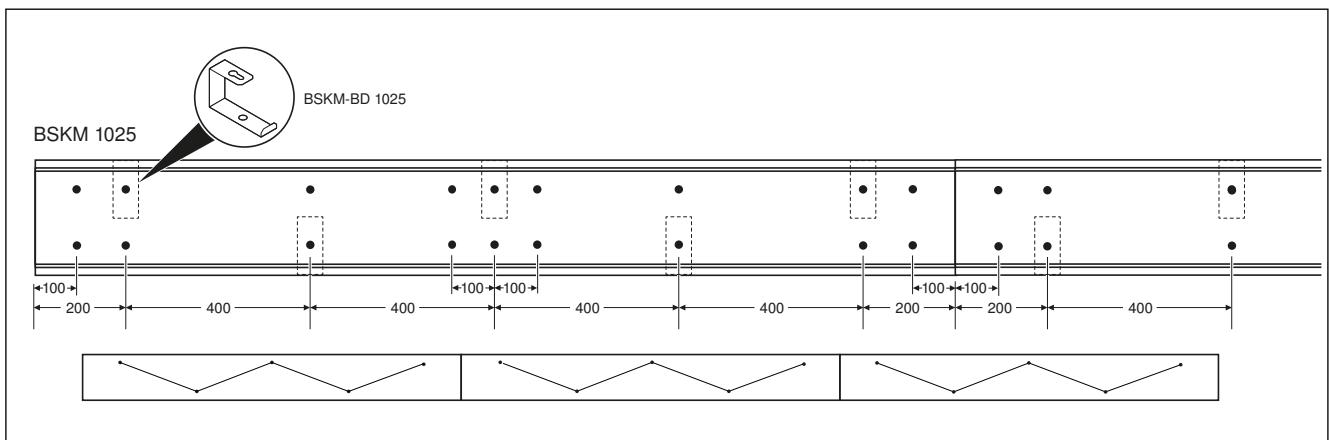
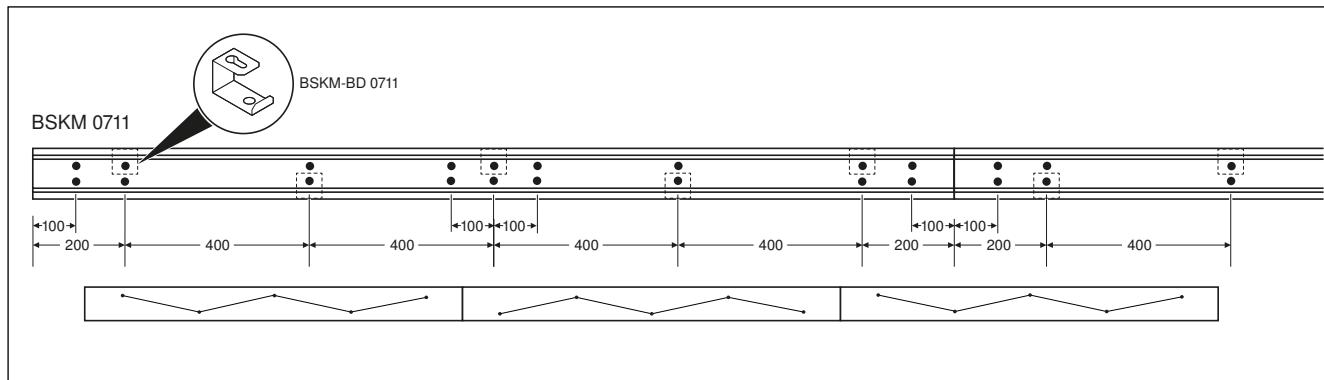

Abb. 18: Lochbild für Deckenmontage, BSKM 1025
Abb. 19: Lochbild für Deckenmontage, BSKM 0711
Hinweis! *Die Beschichtung muss an den Lochungen, die für die Montage gebraucht werden, mit einem spitzen Gegenstand durchgestochen werden. Es muss auf eine diagonale Anordnung der Befestigungspunkte geachtet werden, wie in Abb. 18 und Abb. 19 dargestellt (gilt nicht für BSKM 0407).*
- Innen liegende Beschichtung an den notwendige Lochungen mit spitzem Gegenstand durchstechen. Lochbilder wie in Abb. 18, 19 oder 20 beachten. Die Löcher müssen versetzt angebracht werden.